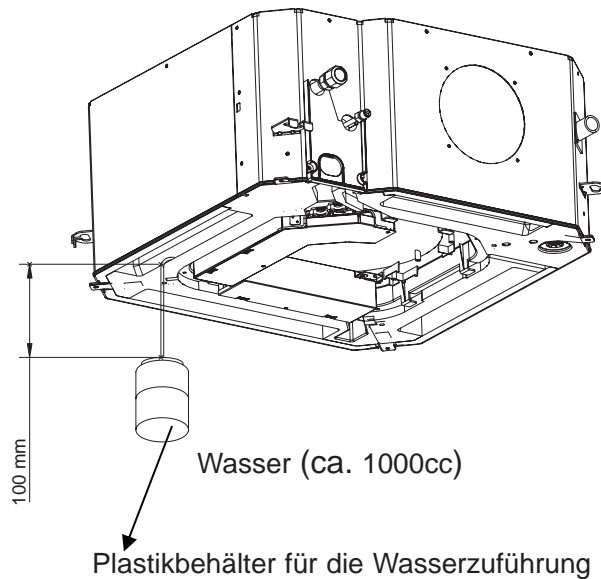

Abb.12
3. Gießen Sie langsam 1000cc Wasser in die Ablaufwanne ein (Abb.12).